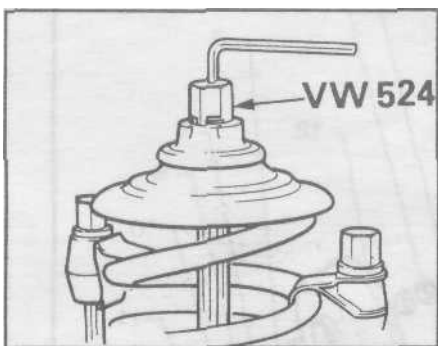

Рис. 2.11. Использование специального приспособления для отворачивания гайки с прорезями
- 11 Сожмите пружину так, чтобы освободилась верхняя тарелка. Затем отверните со штока поршня гайку с прорезью. Чтобы выполнить эту операцию, имеется специальное приспособление [см. рис. 2.11]. Вместе с тем, можно отвернуть гайку обычным рожковым ключом, удерживая шток поршня от проворачивания ключом Аппена.